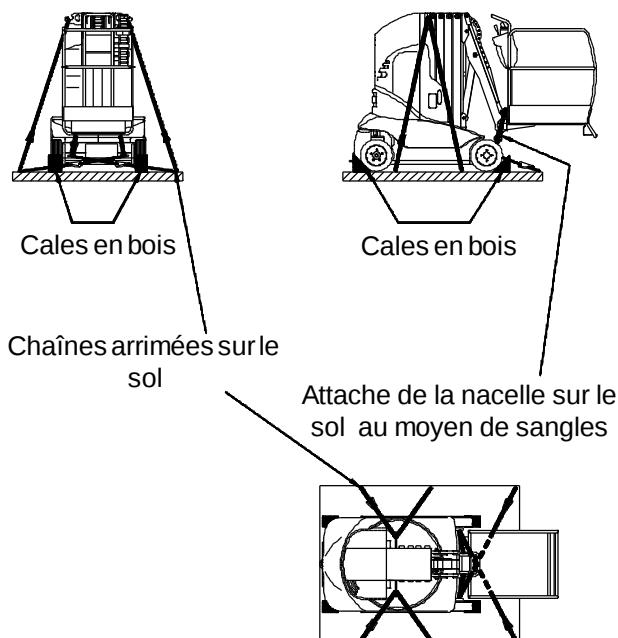

Fig. 6.6 - Instructions de transport.
- Attacher la machine sur le plateau du camion (Voir figure 6.6).
- Caler les roues dans les deux directions (Figure 6.6).
- Bien attacher et enchaîner la machine (Figure 6.6).